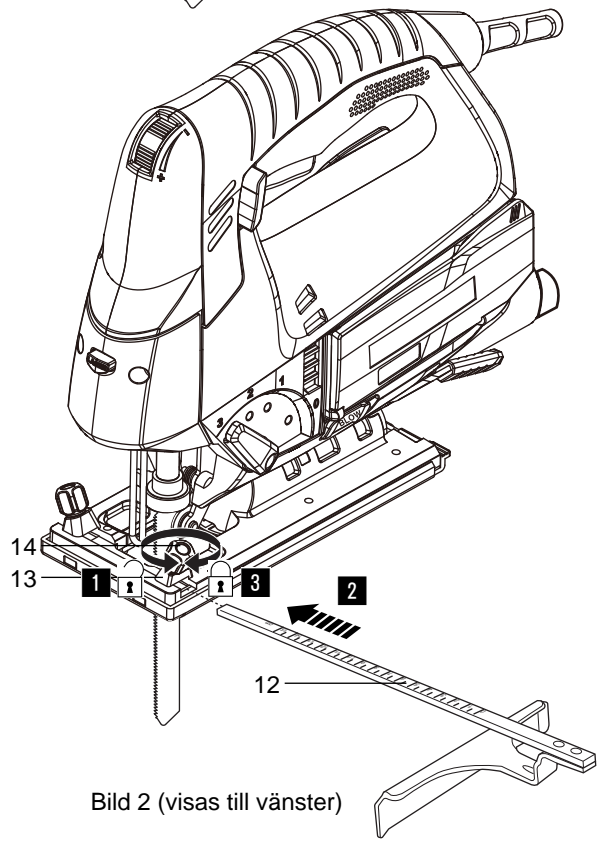

Bild 2 (visas till vänster)
1. Lossa de två låsvreden (14) (bild 2, steg 1).
2. Rikta in parallellstyrskenan (12) med hållarna (13) och för in den (12) genom dem (bild 2, steg 2).
4. Dra åt låsvreden (14) för att fästa parallellstyrskenan (12) i läge (bild 2, steg 3).